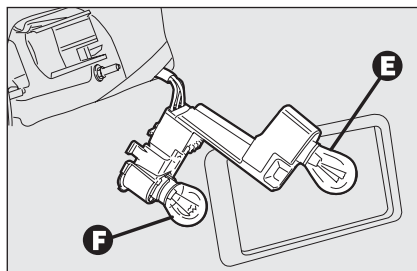

fig. 39
- ☐ rimuovere e sostituire la lampada interessata spingendola leggermente e ruotandola in senso antiorario **fig. 39**: